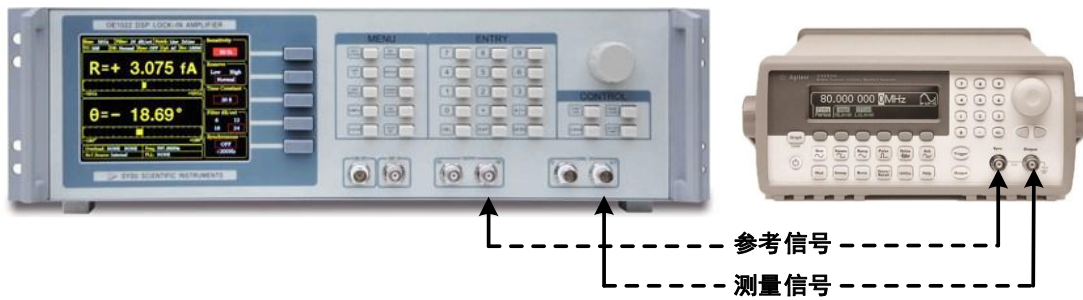

图94. 信号线连接图
- 用一条带 BNC 接头的信号线连接函数信号发生器的输出接口和 OE2031 前面板 SIGNAL IN 的 A 接口，用另一条带 BNC 接头的信号线连接函数信号发生器的参考信号接口和 OE2031 前面板的 REF IN 接口，如图 94 所示：